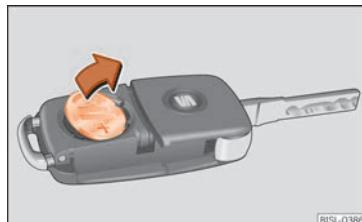

Fig. 130 Clé du véhicule : retirer la pile.
- Retirez la pile du compartiment à l'aide d'un objet fin approprié »» fig. 130.
- Placez la pile neuve dans le compartiment, en appuyant comme indiqué »» fig. 130, dans le sens contraire de la flèche »» ❷.